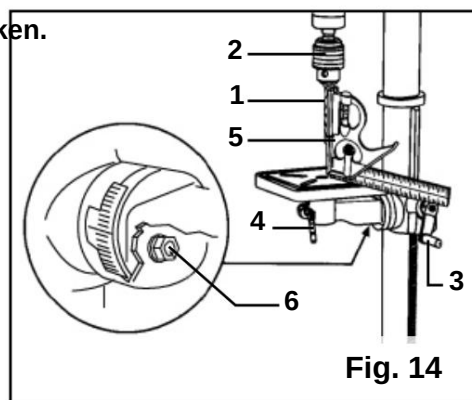

Fig. 14
KVADRERINGSBORD TILL BORREN (FIG. 14)
1. Sätt in en 3" lång borrhöns (fig. 14 - 1) i chucken (fig. 14 - 2) och dra åt käftarna med chucknyckeln.
2. Lyft bordet med vevhandtaget (fig. 14 - 3). Lås bordet (fig. 14 - 4) ungefär 1" under borrhönsen.
4. Om en justering behövs, lossa den avfasade låsbulten (fig. 14 - 6) med en skiftnyckel.